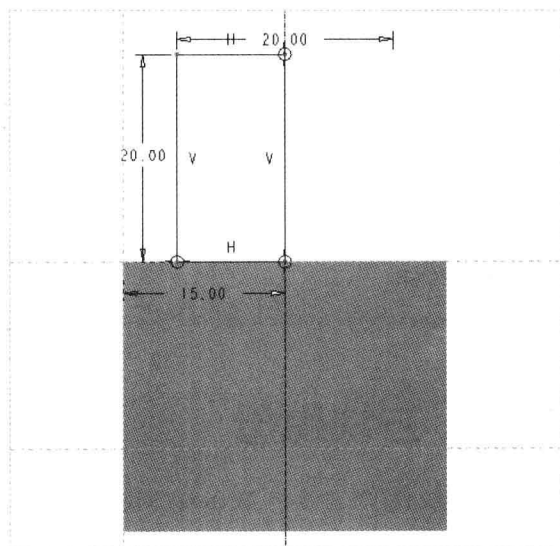

图 16-4 绘制截面 2
Step 03 在“功能区”选项板的“模型”选项卡中，单击“形状”面板中的“旋转”按钮，弹出“旋转”选项卡，在绘图区选择 RIGHT 基准平面作为草绘平面，进入草绘环境；单击“草绘”选项卡中的相应按钮，绘制截面，如图 16-4 所示，单击“关闭”面板中的“确定”按钮，完成截面绘制并退出草绘环境。